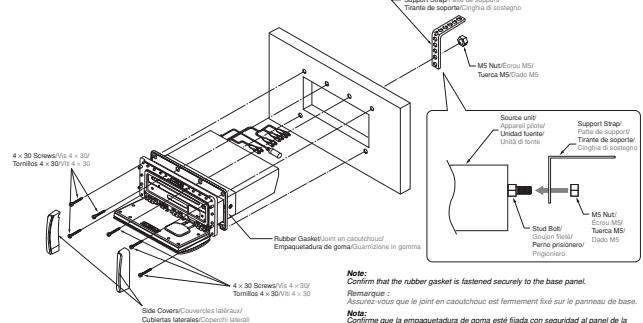

Figure 5 / Figure 5 / Figure 5 / Figure 5
1. Insert the source unit into the cutout hole until it is flush with the front face. (Figure 5)
2. Using the supply screws (4 × 30) to secure the source unit. (Figure 5)
3. Using support strap to secure the source unit onto the base panel by copy M5 nut. (Figure 5)
4. Attach the side covers to the source unit. (Figure 5)
1. Insérez l'appareil pilote jusqu'au bout dans l'ouverture. (Figure 5)
2. Utilisez les vis fournies (4 × 30) pour fixer l'appareil pilote. (Figure 5)
3. Utilisez le bracelet de support, fixez l'appareil pilote sur la plaque de fond en copiant la bague M5 fournie. (Figure 5)
4. Fixez les couvertures latérales sur l'appareil pilote. (Figure 5)
1. Inserte la unidad fuente en el orificio hasta el fondo. (Figure 5)
2. Utilice los tornillos suministrados (4 × 30) para fijar la unidad fuente. (Figure 5)
3. Utilice el tirante de soporte, fije la unidad fuente en la placa de fondo con la tuerca M5 suministrada. (Figure 5)
4. Fije las cubiertas laterales a la unidad fuente. (Figure 5)
1. Inserire l'unità di fonte nel foro tagliato fino in fondo. (Figure 5)
2. Usare le viti in dotazione (4 × 30) per fermare l'unità di fonte. (Figure 5)
3. Utilizzare il tirante di sostegno fissare l'unità di fonte sulla piastra di fondo con la tuerca M5 fornita. (Figure 5)
4. Applicare i copriporta laterali all'unità di fonte. (Figure 5)